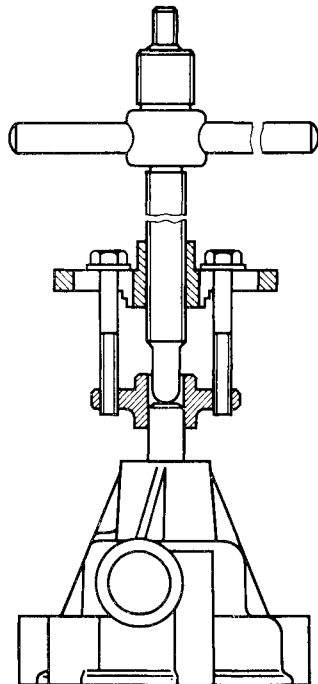

Рис. 70. Снятие ступицы шкива водяного насоса
- съемником снять ступицу (рис. 70);